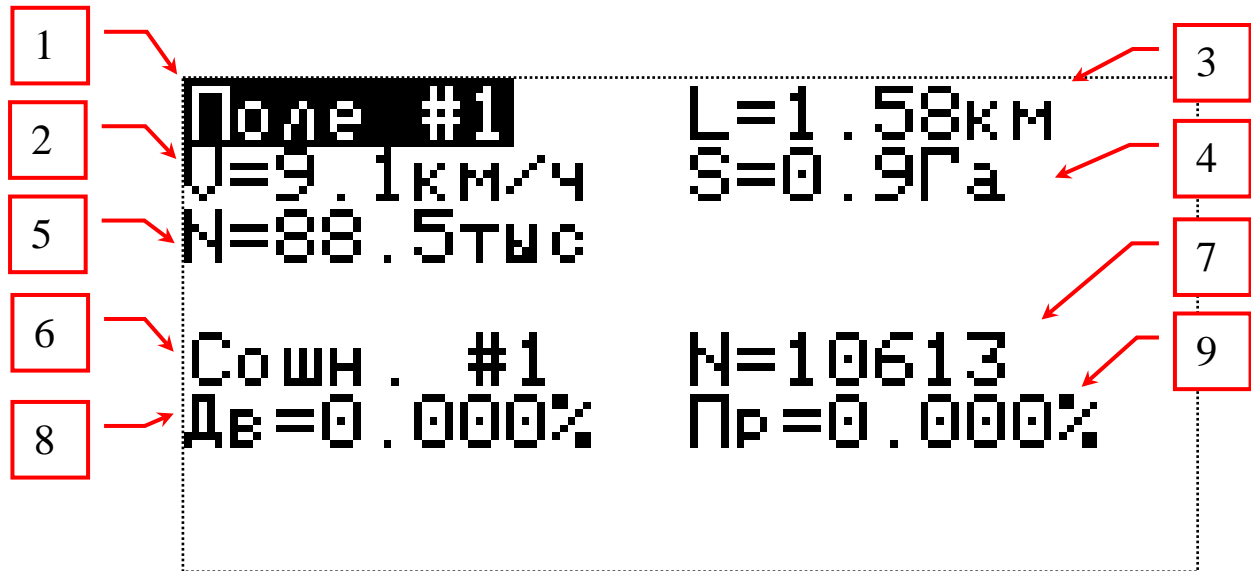

Рисунок 4 Экран статистики
- Экран накопительной статистики, см. «Рисунок 4».